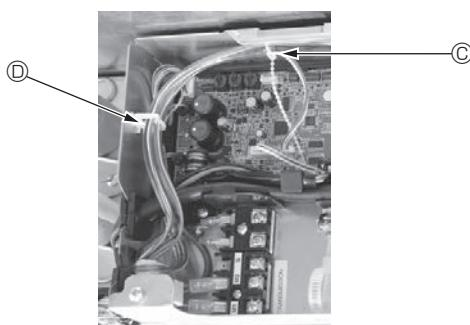

Fig. 5-15
- Coloque las partes sobrantes de los cables de enlace del sensor i-See y del receptor de señales en la caja de componentes eléctricos en el clip para cables de la forma mostrada en el diagrama, y sujeté los cables con el remache. (Fig. 5-15)